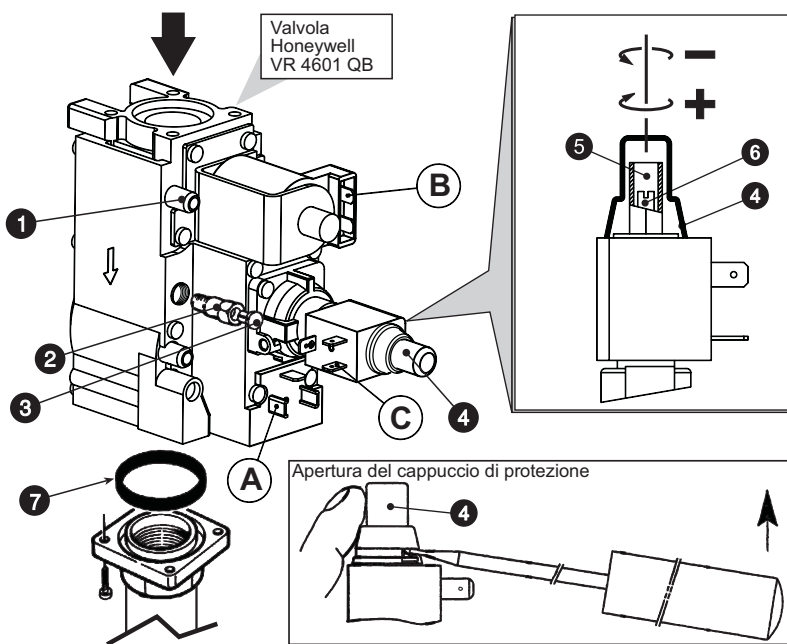

fig. 8 -
Регулировка давления выполняется при работающем котле с помощью соответствующего регулятора, имеющегося на однокаскадных газовых клапанах (см. fig. 8).
3. Раскрутите защитный колпачок регулятора давления 4 на fig. 8.
1. Медленно поверните по часовой стрелке рукоятку регулировочного термостата до 1-го щелчка; газовый клапан будет запитан только на соединения А и В (см. fig. 8).
2. Воздействуя на винт 6 fig. 8 привести давление в соответствие со значениями из таблицы технических данных в параграфе 4.3.
1. Поверните ручку регулировочного термостата на максимальное значение; теперь газовый клапан будет запитан на соединения А, В и С (см. fig. 8).
2. Воздействуя на винт 5 fig. 8 привести давление в соответствие со значениями из таблицы технических данных в параграфе 4.3.
2. Снимите с газового клапана маленький колпачок 3 (fig. 8), установите на клапан регулятор "STEP" зажигания 2, находящийся в комплекте переналадки, и наденьте на него колпачок 3
Осуществляется выполнением описанных выше операций, сняв регулятор зажигания "STEP" 2 на fig. 8 с газового клапана; колпачок 3 fig. 8 должен устанавливаться непосредственно на клапан.